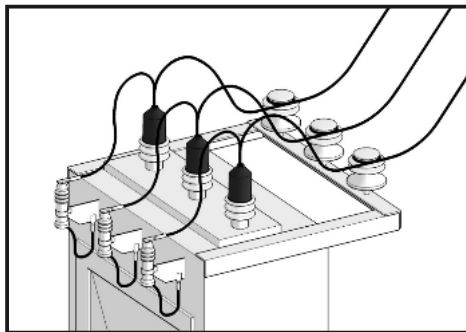

Рис. 59.
11.4.1. Присоединить концы перемычек к разрядникам, другие концы присоединить к шлейфам с помощью изолированных прокалывающих зажимов. (Рис. 59)